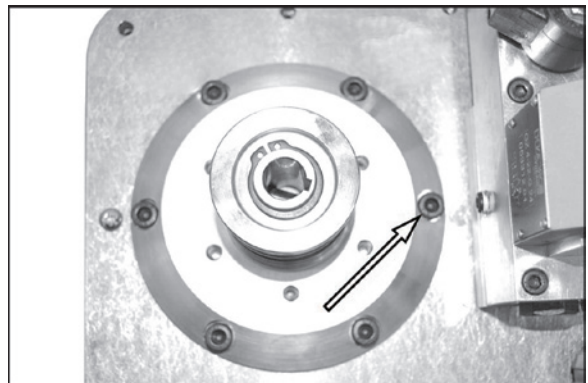

Abbildung 73.
4. Siehe Abbildung 73. Die sechs Adapterschrauben und den Adapter entfernen.